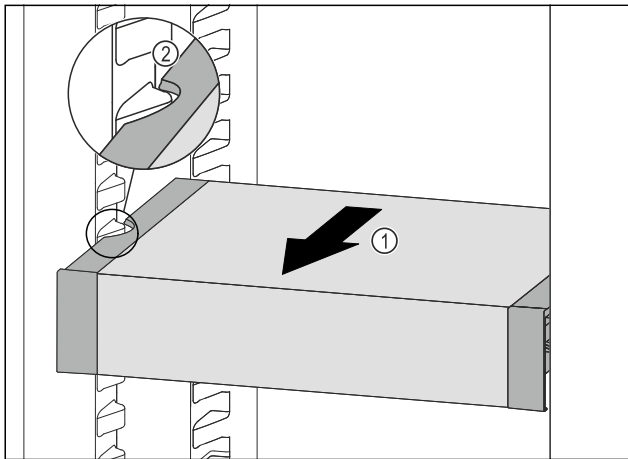

Fig. 72
- ▶ Tire del VarioSafe hacia delante Fig. 72 (1) hasta que las cavidades laterales del VarioSafe estén al mismo nivel que la ranura del recipiente en el compartimento frigorífico. Fig. 72 (2)